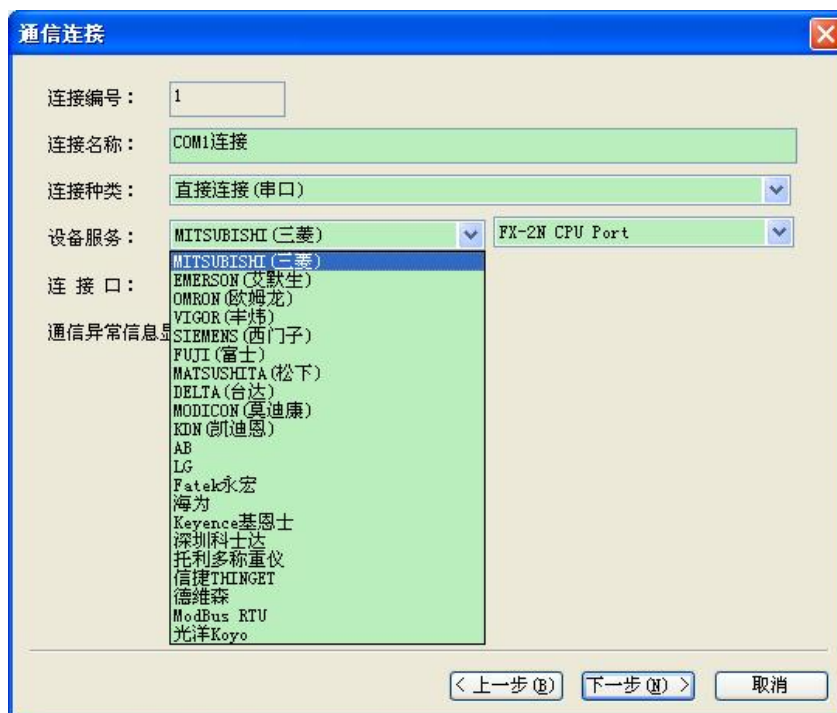

图 6-4 新建项目之通信连接设置对话框
- ✓ 在“工程名称”一栏输入工程名称；在“位置”一栏中为该工程选择一个保存位置；在“型号选择”选择“SA-4.3A (480*272 4.3’)”（该实例以 4.3 寸的 HMI 为例，用户可根据需要选择其他的 HMI 型号）；在“显示模式”下选择“水平”（用户可根据需要选择垂直显示）；设置完后，用户刚设置的信息可在下方的“型号参数”模块中显示出来。确定后用户可点击“下一步”按钮，弹出如图 6-4 所示对话框：